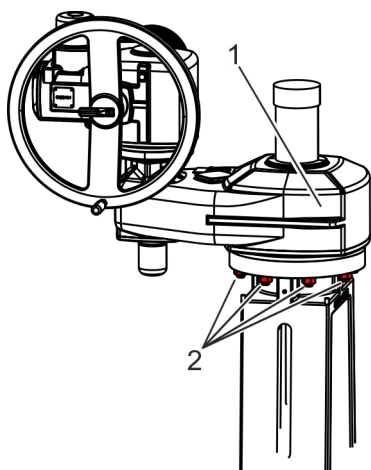

Fig. 25: Retirar los tornillos
2. ➔ Suelte los tornillos de fijación (Fig. 25/2) del accionamiento eléctrico (Fig. 25/1) y retírelos junto con las arandelas.
3. ➔ Desmonte el accionamiento eléctrico (Fig. 25/1) y almacénelo fuera del área de trabajo.